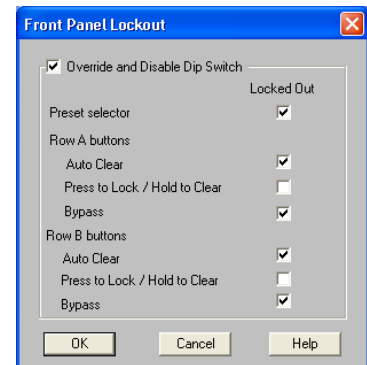

ABBILDUNG 9-1: Dialogfeld "Front Panel Lockout" (Sperrung der Bedienelemente auf der Frontplatte)
2. Das Dialogfeld "Front Panel Lockout" wird eingeblendet (siehe Abb. 9-1).